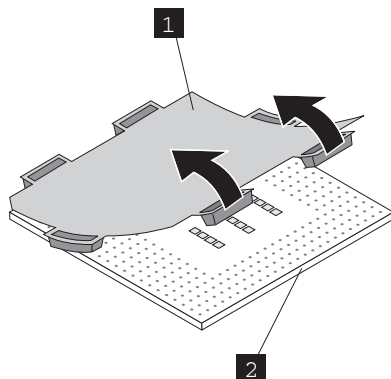

図 303. マイクロプロセッサからのプラスチック製保護カバーの取り外し
- e. マイクロプロセッサの底部にプラスチックの保護カバーがある場合は、図 303 に示すように、カバーを慎重に取り外します。